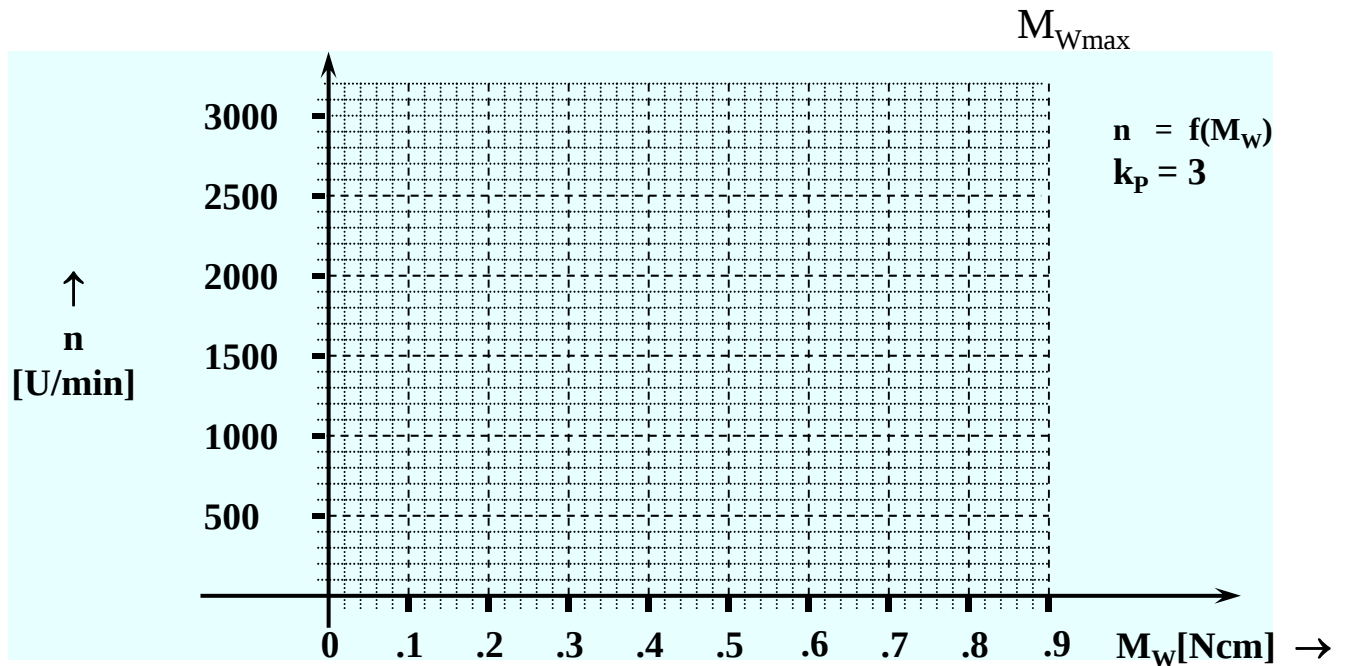

Bild 20: Drehzahl-Drehmomentkennlinie eines DC-Motors mit P-Regler
- Tragen Sie in Bild 20 den Betriebspunkt $P(M_{Wmax}, n = n(M_{Wmax}))$ ein und ergänzen sie die Drehzahl-Drehmoment Kennlinie des P-geregelten DC-Motors!